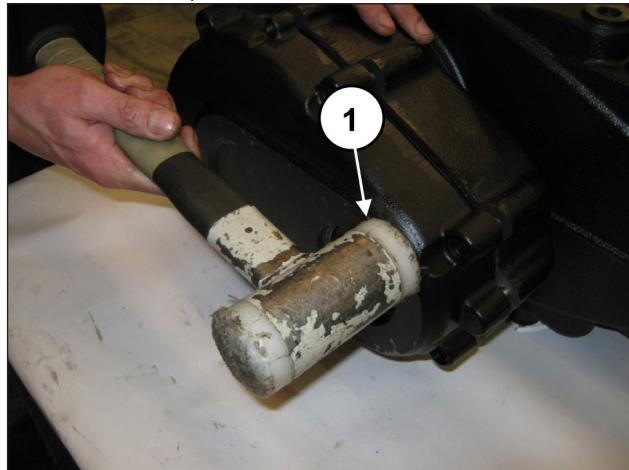
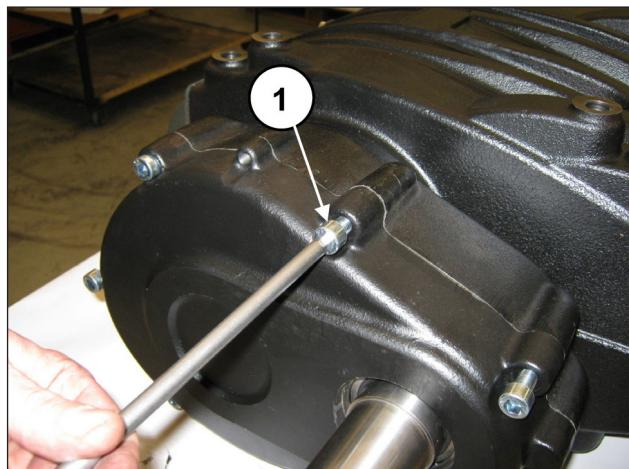

Fig. 89
Fig. 90
Monter le couvercle de réducteur à l'aide d'un maillet à embouts plastiques (rep. ①, Fig. 89) et le fixer à l'aide de 7 vis M10x40 (rep. ①, Fig. 90).